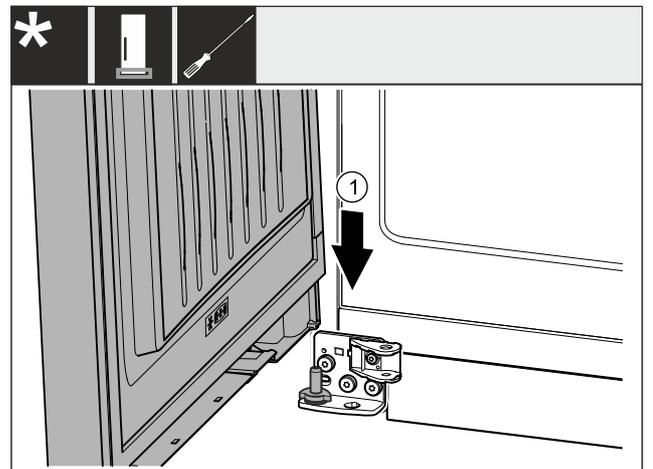

Fig. 31
- ▶ Placer la porte depuis le haut sur le boulon du bas. Fig. 31 (1)